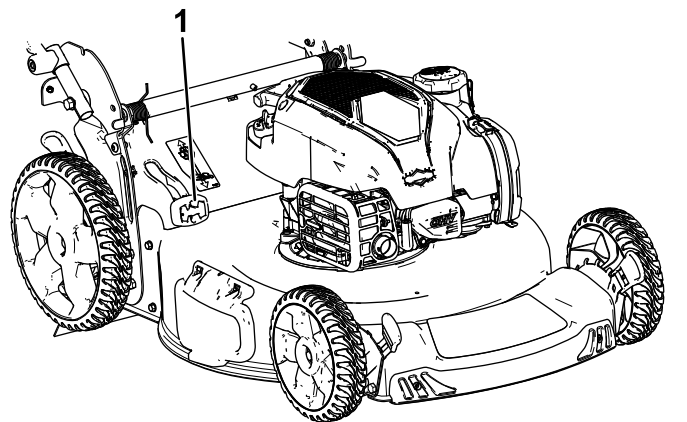

Figura 18
- **Per insaccare erba e sfalcio**, premete il pulsante sulla leva Bag-on-demand e spostatela in avanti fino a quando il pulsante sulla leva non si solleva di scatto (Figura 18).